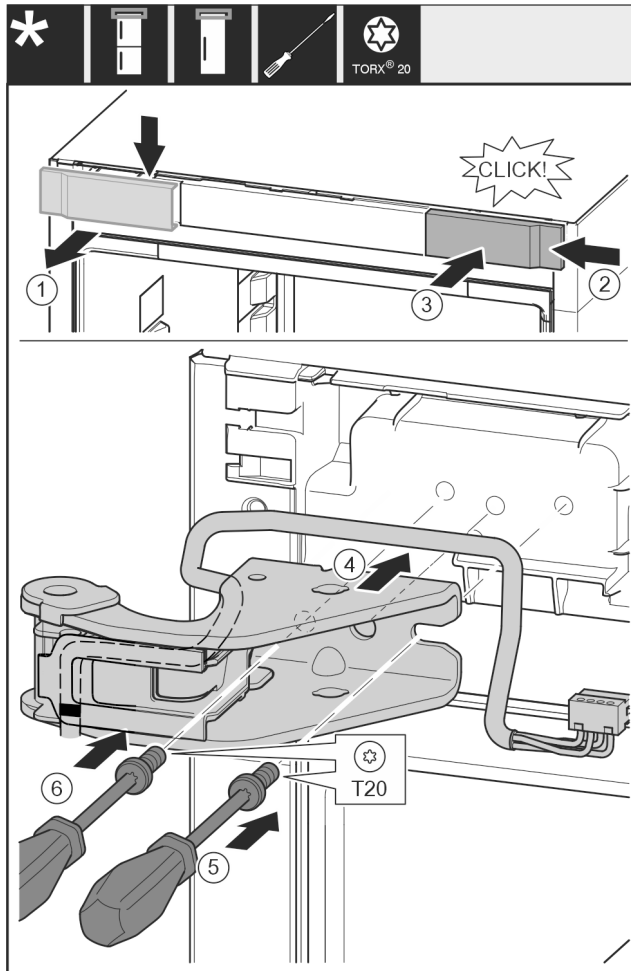

Fig. 32
- ▶ Noņemiet pārsegu no augšas uz priekšu. Fig. 32 (1)
- ▶ Iekabiniet pārsegu, pagrieztu par 180°, otrajā pusē no labās puses. Fig. 32 (2)
- ▶ Nofiksējiet pārsegu. Fig. 32 (3)
- ▶ Pielieciet augšējo gultņa balstu. Fig. 32 (4)
- ▶ Pielieciet skrūvi ar skrūvgriezi T20 un pieskrūvējiet. Fig. 32 (5)
- ▶ Ievietojiet skrūvi ar skrūvgriezi T20 un pievelciet. Fig. 32 (6)